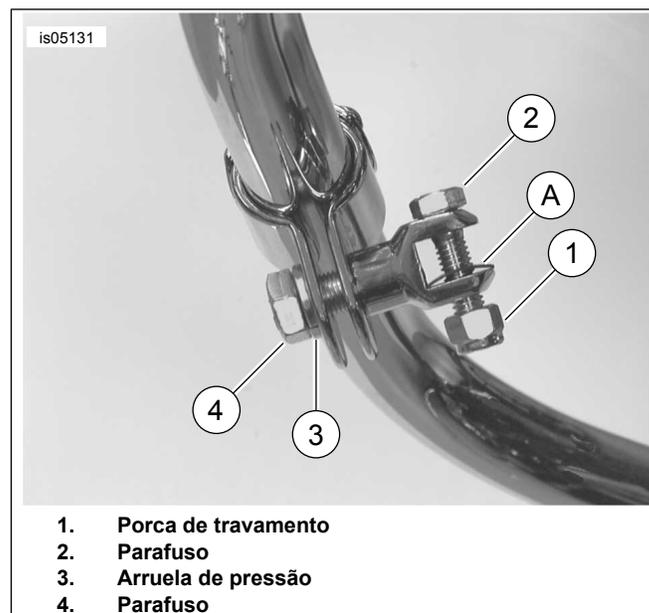

Figura 1. Instalação das ferragens de montagem (pedaleira não mostrada)
- Veja a Figura 1. Puxe as linguetas da abraçadeira de 3 partes junto com a abraçadeira, e instale o parafuso de 1/2 pol. de diâmetro (4), a arruela de pressão (3) e o suporte da pedaleira, como mostrado. Aperte o parafuso com firmeza.
- Instale as pedaleiras (compradas separadamente) usando os parafusos de 3/8 pol. de diâmetro (2), as arruelas de pressão (A) e as porcas de travamento (1) que fazem parte do kit. Certifique-se de que a arruela de pressão (guardada do kit de ferragens original, peça N.º 50964-98) esteja posicionada dentro do suporte da pedaleira com a borda quadrada voltada para dentro do suporte. Aperte as porcas de travamento com torque de 26 N·m (19 ft-lbs).